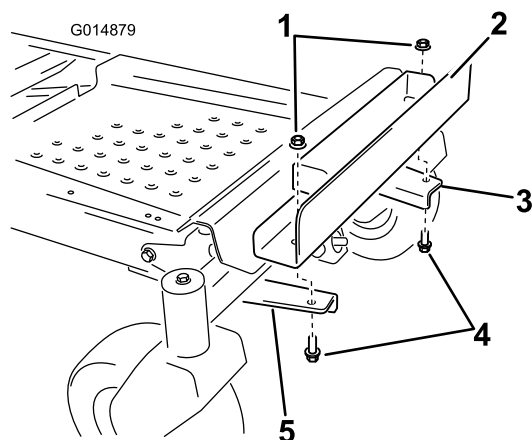

Figura 8
- Instale o suporte do peso nos suportes de montagem alinhando os furos exteriores no suporte com os suportes de montagem previamente instalados (Figura 8).
- Prenda o suporte do peso com dois parafusos ($\frac{3}{8}$ x 1 pol.) e duas porcas de bloqueio ($\frac{3}{8}$ pol.) (Figura 8).